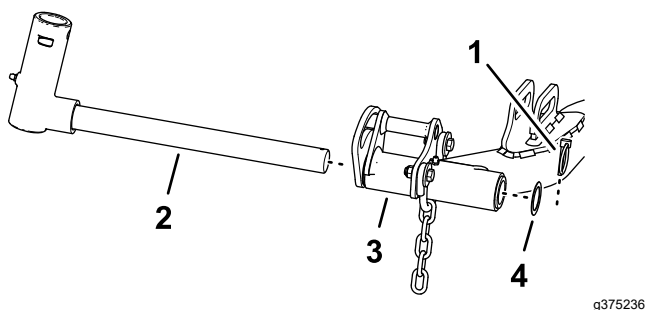

Рисунок 17
1. Снимите шплинт с кольцом и шайбу, крепящие поворотную втулку к подъемному рычагу, и извлеките вал из подъемного рычага (Рисунок 17).